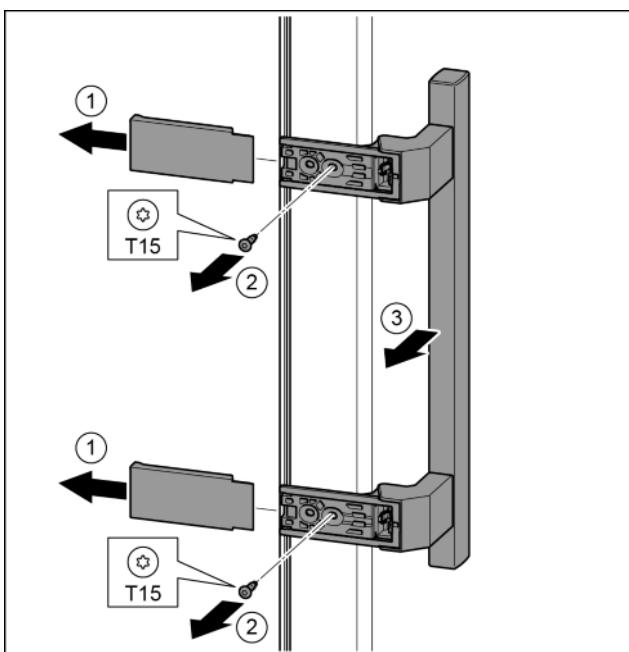

Fig. 14
- ▶ Снять крышку и поставить с другой стороны. Fig. 14 (1)
- ▶ Установить опорный кронштейн с другой стороны и прикрутить с помощью отвертки Т25. Начинать с винта 2 в центре. Fig. 14 (2)
- ▶ Затянуть винты 3 и 4. Fig. 14 (3, 4)
- ▶ Снова установить опорный палец в сборе. При этом следить за тем, чтобы выступ фиксатора был направлен назад. Fig. 14 (5)